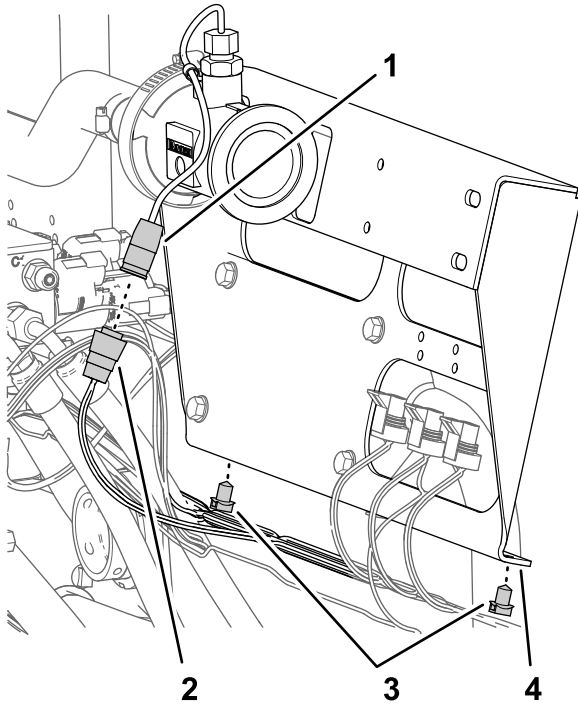

Figura 72
1. Scollegate il connettore a 3 prese del cablaggio preassemblato della macchina indicato come FLUSSOMETRO dal connettore a 3 pin del flussometro (Figura 72).
dalla flangia inferiore della staffa della valvola di sezione (Figura 72).